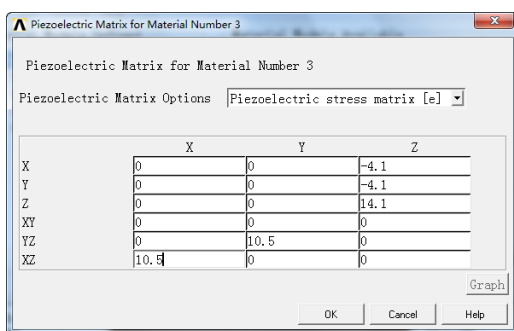

图 10-13 “Piezoelectric Matrix for Material Number3”对话框
⑦设置压电常数：在如图 10-10 所示的“Define Material Model Behavior”对话框中，双击选择“Material Models Available”下的 Piezoelectrics > Piezoelectric Matrix，弹出如图 10-13 所示的“Piezoelectric Matrix for Material Number3”对话框，在文本框中依次输入压电矩阵数据，如图 10-13 所示，单击“OK”按钮。